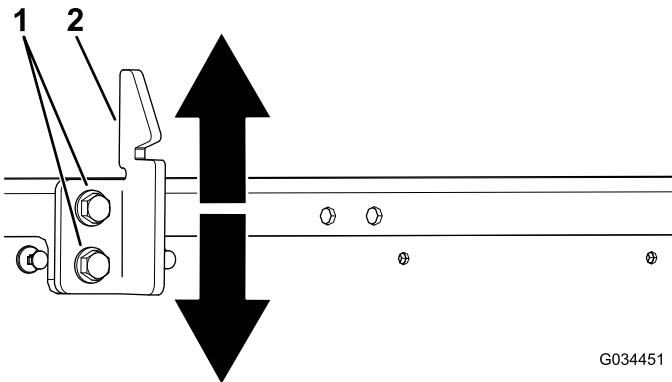

Рисунок 52
3. Ослабьте два болта на ударном выступе защелки кузова и переместите ударный выступ вверх или вниз, если он расположен слишком низко или слишком высоко (Рисунок 52).
4. Затяните 2 болта на ударном выступе защелки кузова (Рисунок 52).